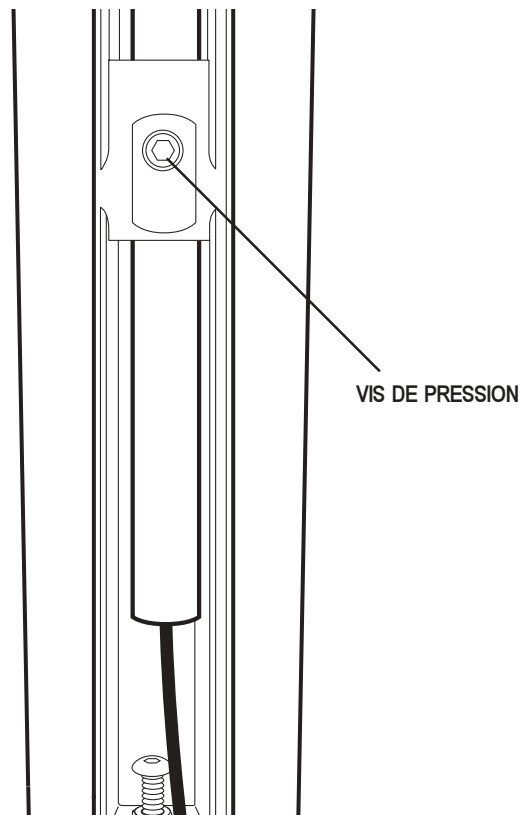

Figure 14. Dessous d'accoudoir
Vous pouvez facilement éloigner ou rapprocher le contrôleur de l'accoudoir. Vous pouvez également installer le contrôleur sur l'autre accoudoir. Voir la figure 14.
3. Desserrez la vis de pression sous l'accoudoir à l'aide d'une clé hexagonale. Voir la figure 14.